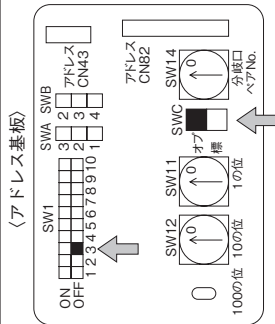

図3
②室内ユニットが上記以外の場合
- 室内ユニット本体のアドレス基板(図3)のスイッチ“SW1の3番”をOFF側に設定してください。(工場出荷時はON側)
①室内ユニットがKA, JA, AA, BA タイプの場合
- 室内ユニット本体のアドレス基板(図3)のスイッチ“SWC”を「オプション」側に設定してください。(工場出荷時は「標準」)
- (2)フィルターサインの設定(リモコンに「フィルター」または「フィルター清掃」が点灯して清掃時期をお知らせします)。